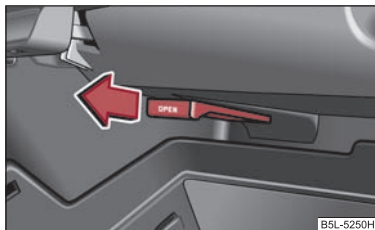

Fig. 95 Compartimento guardaobjetos: manejo de la refrigeración
- La refrigeración se conecta tirando de la palanca en la dirección de la flecha ⇒ fig. 95.